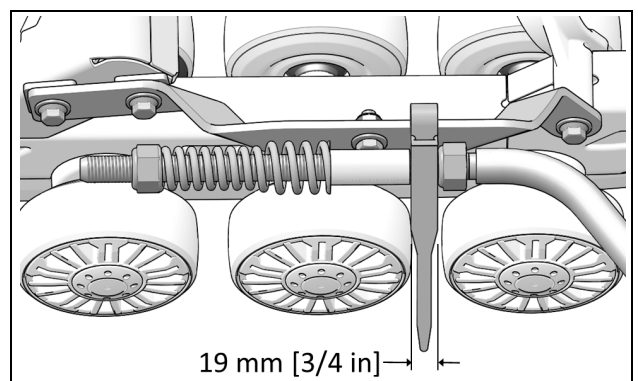

Abbildung 15
- **WICHTIG:** Überprüfen Sie nochmals den Mindestabstand von 19 mm zwischen Mutter und Stabilisierungsarmführung. Bei Bedarf nachstellen. Siehe Abbildung 15.